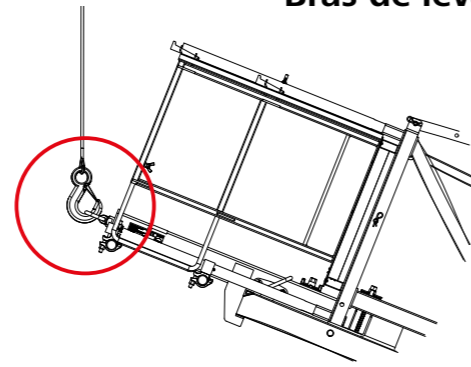
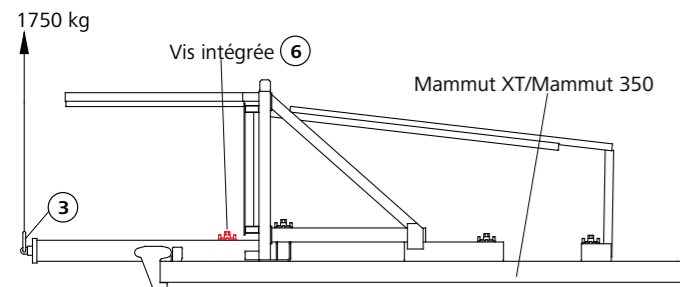
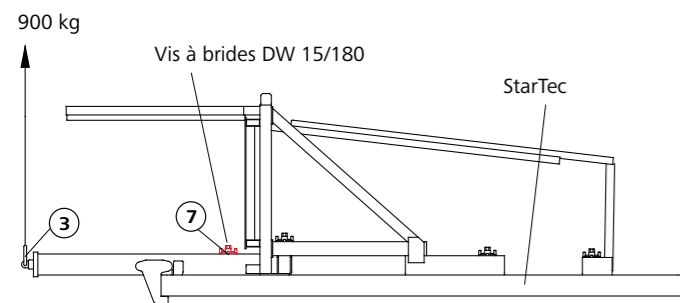

Fig. 7
Fig. 5 Bras de levage M 1750 SB
Fig. 6 Bras de levage ST 900 SB
Pour procéder au levage de banches couchées, vérifiez que le coffrage repose bien sur le sol (Fig. 5 et 6).
2. Accrocher le bras de levage SB sur le cadre du coffrage. Si le coffrage est debout, poser le bras de levage sur le profil latéral (Fig. 7).
3. Faire pivoter la fixation (4) vers le haut jusqu'à sous le profil du cadre et la fixer avec l'axe et la goupille (5).
4. Fixer le bras de levage M 1750 SB (1) à l'aide de la vis intégrée (6), le bras de levage ST 900 SB (2) à l'aide d'une vis à brides DW 15/180 (7) (non fournie, réf. 29-401-10), dans un écrou multifonction du coffrage (Fig. 5 et Fig. 6).
Accrochez le crochet de levage dans l'œillet d'accrochage ③ du bras de levage SB de manière que le crochet ne puisse pas glisser hors des œillets lorsque l'élingue, ou la chaîne, n'est pas mise en tension. Insérez la pointe du crochet dans l'œillet, en allant du coffrage vers la plate-forme (Fig. 7).